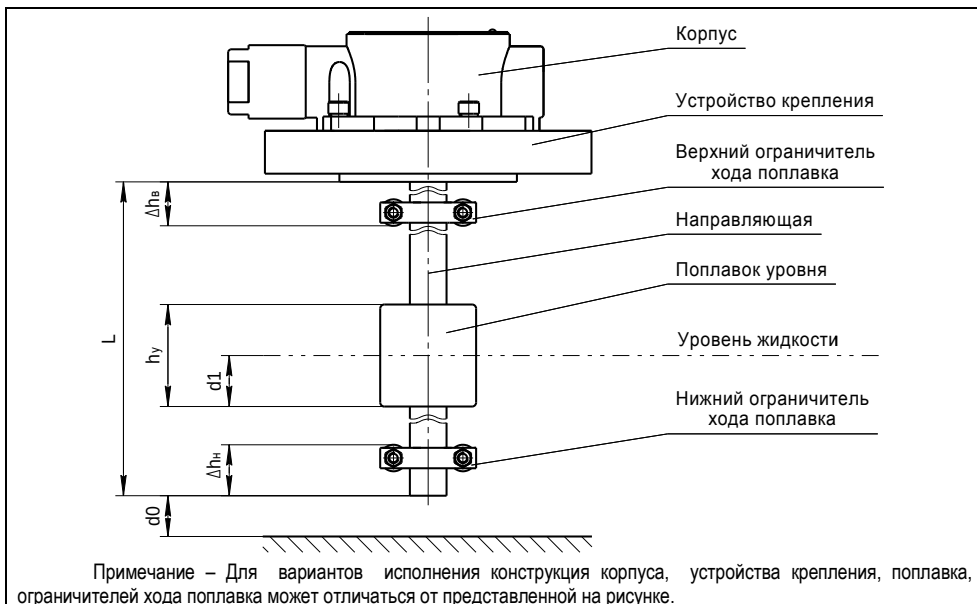

Рисунок 1
1.2.2 Длина направляющей L преобразователя (см. рисунок 1) определяется заказом в пределах:
Величина нижней неизмеряемой зоны Δh_n определяет положение нижнего ограничителя хода поплавка (см. рисунок 1). При выпуске из производства она устанавливается минимальной, равной 15 мм.
Величина верхней неизмеряемой зоны Δh_v определяет положение верхнего ограничителя хода поплавков (см. рисунок 1). При выпуске из производства по умолчанию она устанавливается равной минимально возможному значению $\Delta h_{\min}$:
а) Основной вариант (исполнение по умолчанию, см. рисунок 1) изготавливается с длиной направляющей от 100 до 6000 мм со всеми типами устройств крепления. Имеет нижнюю неизмеряемую зону Δh_n не менее 15 мм, верхнюю Δh_v не менее: